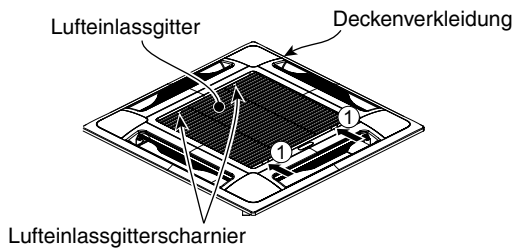

Abb. 9-19
- b) Die Sperrklinken des Lufteinlassgitters in Pfeilrichtung ① schieben, um das Gitter öffnen zu können. (Abb. 9-19)